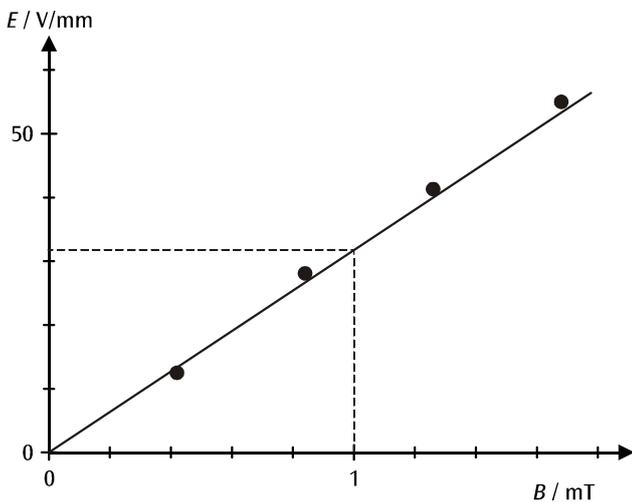

Fig. 6: rappresentazione grafica dei valori di misurazione dalla Tab. 4
e) Per la conferma dell'equazione (7), dai valori di misurazione della Tab. 2 si calcola la coppia di valori B e E , in cui la deviazione del fascio di elettroni viene compensata rispetto allo zero (vedere la Tab. 4) e rappresenta il risultato in uno schema E - B (vedere la Fig. 6).